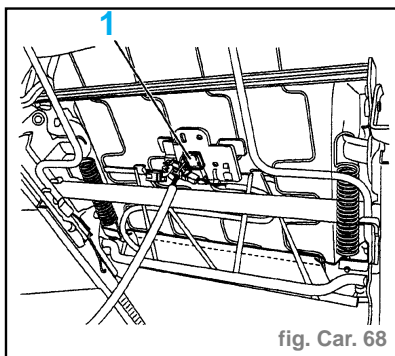

fig. Car. 68
- Débrancher les connexions électriques (1) (fig. Car. 68).
- Débrancher le connecteur (1) (fig. Car. 68).